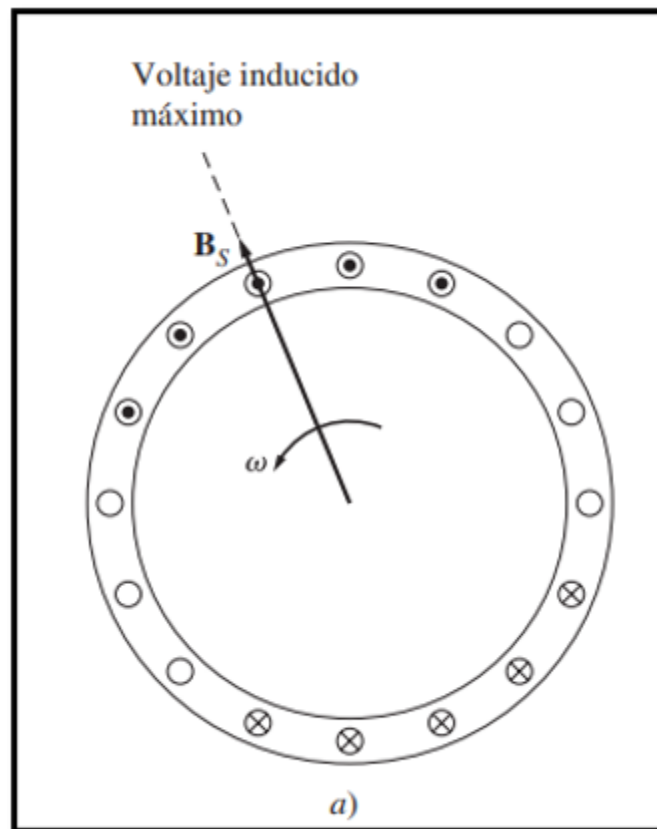

Figura 5. El campo magnético giratorio del estator B_s induce un voltaje en las barras del rotor.
La figura 5 muestra un motor de inducción con un rotor de tipo jaula de ardilla. Se aplica un conjunto trifásico de voltajes al estator, lo que genera un conjunto trifásico de corrientes, produciendo un campo magnético rotativo (BS) en sentido contrario a las manecillas del reloj. La velocidad de rotación del campo magnético está determinada por:
Esto resulta en un flujo de corriente hacia afuera en las barras superiores y hacia adentro en las barras inferiores. Sin embargo, debido a que el ensamblado del rotor es inductivo, la corriente pico del rotor se retrasa respecto al voltaje pico del rotor como se muestra en la figura 5. El flujo de corriente en el rotor genera un